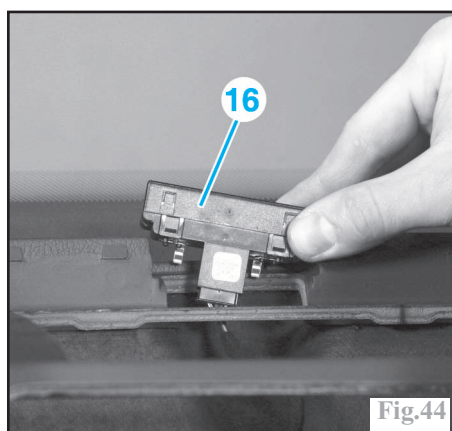

Fig.44
Véhicule avec climatisation régulée, retirer et débrancher le capteur d'ensoleillement (16) (Fig.44).